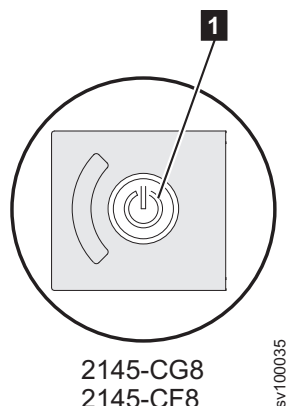

Figura 105. LED de energia no 2145-CG8 ou 2145-CF8 painel de informações do operador
1. Verifique o LED de energia do nó SAN Volume Controller 2145-CG8 ou 2145-CF8 (**1** no Figura 105 na página 135).
3. Pressione e libere o botão de controle de energia **1** mostrado em Figura 105. Aguarde um minuto para o SAN Volume Controller desligar. Ignore um código de erro de nó ausente se exibido por outros nós no cluster. Quando os procedimentos de manutenção forem concluídos, o erro será resolvido por si mesmo.